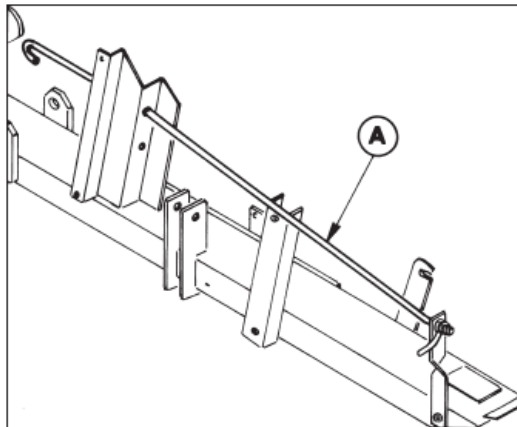
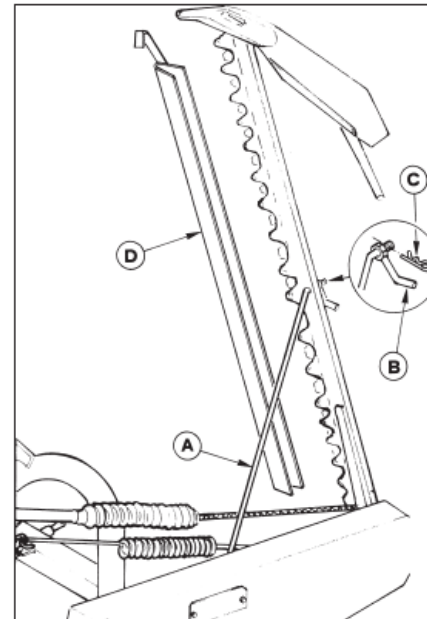
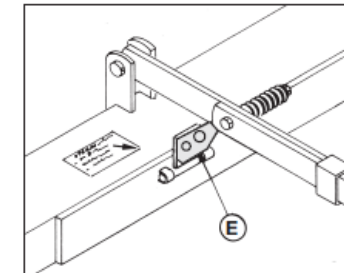
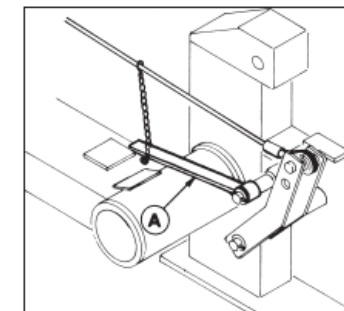

FIG. 7.1
FIG. 7.2
FIG. 7.3
FIG. 7.4
**IMPORTANTE:** Prima di procedere al sollevamento totale della barra per il trasporto su strada, ruotare verso l'alto il fermo (E) (Fig. 7.3) e alzare il fermo meccanico (A) (Fig. 7.4) fissandolo tramite la catenella alla fune di sollevamento. Dopo aver alzato la barra falciante, bloccarla in posizione verticale tramite il tirante di aggancio (A) che precedentemente avrete rimosso dall'apposito supporto (Fig. 7.1). Serrate il tirante (A) con l'apposita maniglia (B) (Fig. 7.2), infilate la spina di sicurezza (C) ed infine coprite le lame taglienti con l'apposita protezione (D) (Fig. 7.2).
**IMPORTANTE:** Antes de efectuar la elevación total de la barra para el transporte por caminos o carreteras girar hacia arriba la placa de bloqueo (E) (Fig. 7.3) levantar la placa de bloqueo (A) (Fig. 7.4) fijándolo al cable de elevación por medio de la cadenilla. Tras alzar la barra de corte, bloquearla en posición vertical por medio del tirante de enganche (A) que deberá ser, removido de su soporte (Fig. 7.1). Ajustar el tirante (A) (Fig. 7.2) con el mango (B), introducir la clavija de seguridad (C) y finalmente cubrir la cuchillas con su protección (D).
Remember always to turn release support "E" upwards before raising mower and before road transport Fig. 7.3.
Once sickle bar mower blade is in vertical position block using tie rod hook "A" (Fig. 7.1) which was previously removed. Fasten tie rod hook "A" with handle "B" and insert split pin "C" and cover blade with protection guard cover. See Figure 7.2.
**IMPORTANT:** Avant de procéder au levage complet de la barre pour le transport sur route, tourner vers le haut l'arrêt (E) (Fig. 7.3) et lever l'arrêt mécanique (A) (Fig. 7.4) en le fixant avec la chaînette au câble de levage. Après avoir monté la barre de coupe, la bloquer en position verticale avec le tirant d'accrochage (A) que l'on aura enlevé précédemment de son support (Fig. 7.1). Serrer le tirant (A) avec la poignée approprié (B) (Fig. 7.2), insérer la goupille de sécurité (C) et finalement couvrir les lames de coupe avec la protection prévue (D) (Fig. 7.2).
Scendere dal trattore, togliere il tirante di aggancio (A) (Fig. 7.2) della barra riponendolo nell'apposito supporto del telaio (Fig. 7.1).
Abbassare la barra falciante. Durante il lavoro lasciare il fermo (E) (Fig. 7.3) verso il basso. Prima di sganciare la macchina dal trattore ruotare (E) verso l'alto (Fig. 7.3) in questo modo si ottiene il posizionamento orizzontale dei perni di attacco del telaio per facilitare il successivo attacco al trattore.
Bajar del tractor, quitar el tirante de enganche (A) (Fig. 7.2) de la barra, y colocarlo en su soporte en el chasis (Fig. 7.1). Bajar la barra de corte.
Durante el trabajo, dejar la placa de bloqueo (E) (Fig. 7.3) hacia abajo.
Antes de desenganchar la máquina del tractor, girarlo hacia arriba (Fig. 7.3).
Get off tractor and remove tie rod hook "A" (Fig. 7.2) and place in position on frame (Fig. 7.1). Lower sickle bar mowerblade.
During working operations make sure that release support "E" (Fig. 7.3), is in downward position.
Descendre du tracteur, retirer le tirant d'accrochage (A) (Fig. 7.2) de la barre et le remettre dans son support sur le châssis (Fig. 7.1).
Abaisser la barre de coupe. Pendant le travail, laisser l'arrêt (E) (Fig. 7.3) vers le bas. Avant de décrocher la machine du tracteur, tourner (E) vers le haut (Fig. 7.3) de cette façon on obtient le positionnement horizontal des pivots d'attache du châssis pour faciliter le prochain accrochage au tracteur.
- 4) (E) (Fig. 7.3) che mantiene in orizzontale i due perni di aggancio del sollevatore per facilitare il successivo attacco al trattore.
- 4) Girar hacia arriba la placa de bloqueo (E) (Fig. 7.3) que mantiene horizontales los dos pernos de enganche del elevador para facilitar el próximo enganche con el tractor.
- 4) Turn release support upwards (E) (Fig. 7.3). This will keep linkage pins in horizontal position in order to facilitate next hitching operations.
- 4) Tourner vers le haut l'arrêt (E) (Fig. 7.3) qui maintient horizontalement les deux pivots d'attelage de l'élévateur pour faciliter le prochain accrochage au tracteur.